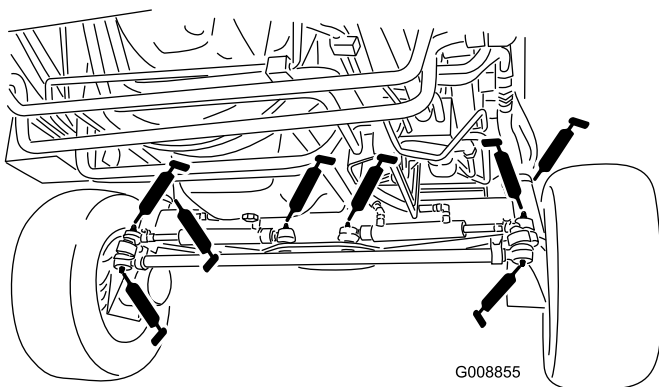

Figure 49
- 4 rotules de vérin de direction (Figure 49)
- 2 rotules de biellettes (Figure 49)
- 2 bagues de pivots de fusées (Figure 49)